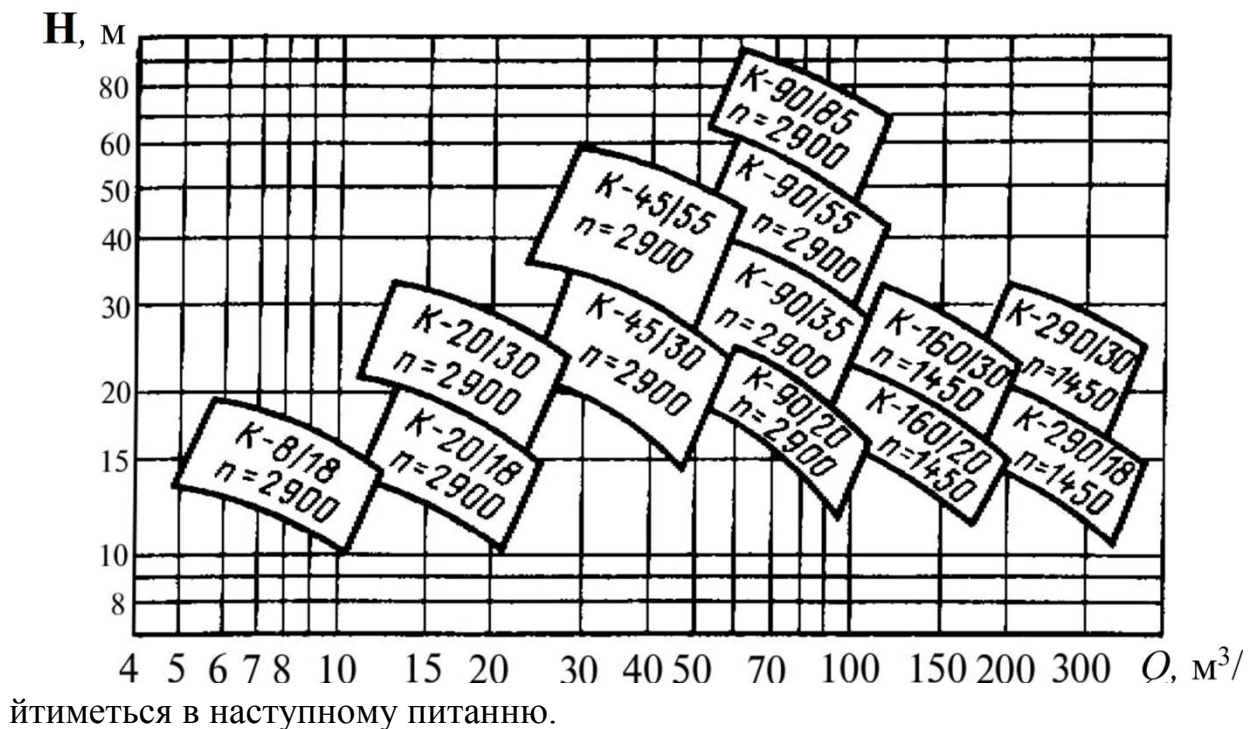

Рис. 2. Зведений графік полів насосів типу "К" (KM)
Підбираються насоси за зведеними таблицями або графіками полів відповідного типу насосів, наприклад насосів типу “К” (рис. 2) [1]. На графіках у координатах Q і H нанесені криволінійні клітини (поля), які обмежують область оптимального застосування за ККД того чи іншого насоса. Верхня лінія кожного з полів відповідає напірній характеристиці базового насоса, нижня – напірній характеристиці насоса з обточеним робочим колесом, бокові лінії відповідають робочій зоні насоса, яка обмежується хвилястими лініями.
Марка насоса, який відшуковується (підбирається), визначається по клітині (полю), в якому перетнуться координати заданих Q і H , в якій би частині поля не опинилася точка їхнього перетину. Наприклад, при необхідних напорі $H = 30$ м і подачі $Q = 30 \text{ м}^3/\text{год}$ точка перетину координат опиниться в полі насоса К - 45/30, $n = 2900$ (рис. 2), що означає – цей насос слід приймати для цих умов.
2. Згідно із заданими подачею $Q = 10 \text{ л/с}$ і необхідною геометричною (геодезичною) висотою підняття води $H_z = 30 \text{ м}$ за зведеним графіком полів насосів типу "К", ("КМ") (рис.2) приймаємо насос К45/30 з подачею $Q = 45 \text{ м}^3 / \text{год}$ і напором $H = 30 \text{ м}$, $n = 2900 \text{ хв}^{-1}$.